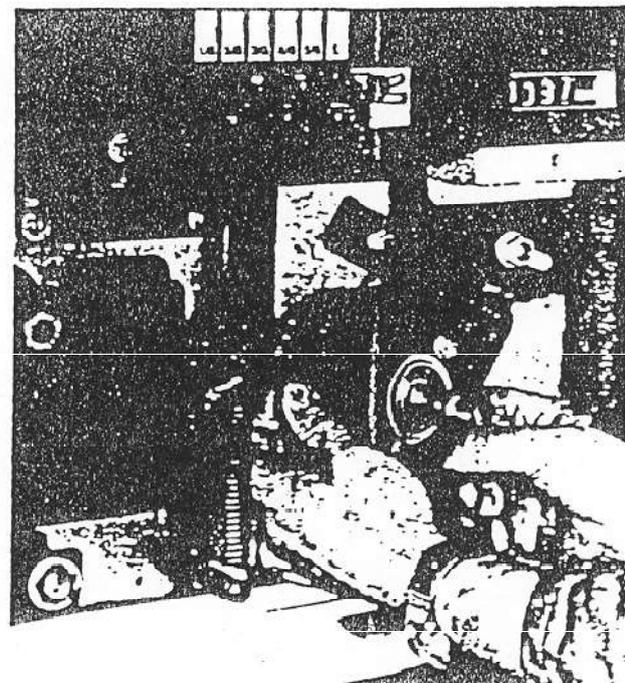

FIG. 3-19
- Fare scorrere verso l'avanti la cinghia dentata della puleggia inferiore, mantenendone, nel contempo, la tensione (Fig. 3-19);